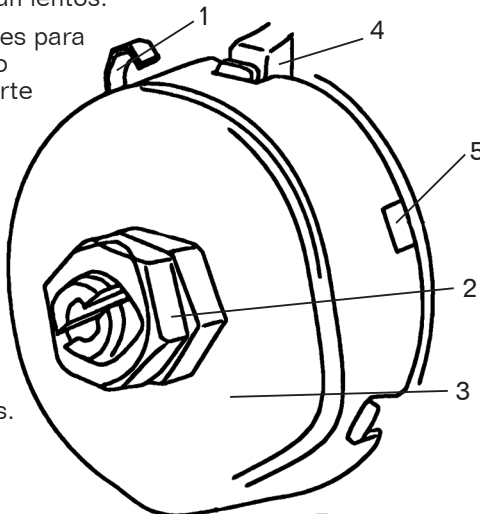

Fig. 17
## RESORTE DE RETORNO DEL EJE (FIG. 17)
2. Coloque un destornillador en el bucle (Fig. 17 - 1) para mantener el resorte en su lugar.
3. Afloje las dos tuercas de la carcasa (Fig. 17 - 2) aproximadamente 1/4" (6 mm). No quite las tuercas del eje roscado. No permita que el resorte o la carcasa del resorte se salgan de control.
4. Mientras sujeta firmemente la carcasa del resorte (Fig. 17 - 3), tire con cuidado de la carcasa del resorte hasta que pase el tope elevado (Fig. 17 - 4).
5. Gire la carcasa de modo que la siguiente muesca (Fig. 17 - 5) encaje con el tope levantado (Fig. 17 - 4).